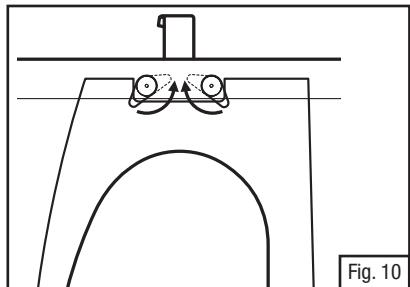

Fig. 10
1. Mova as travas de pivô em cada extremidade da estrutura para o centro e para trás (Fig. 10).
1. Mova as travas de pivô em cada extremidade da estrutura do protetor facial para o centro e para trás (Fig. 10).